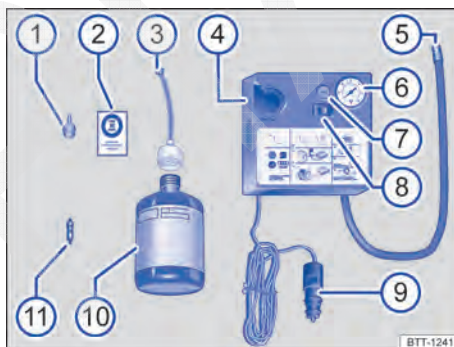

Fig. 236 Componentes do kit de reparo dos pneus (representação esquemática).
O kit de reparo dos pneus encontra-se no compartimento de bagagem sob o revestimento do assoalho. Ele é composto pelos seguintes componentes → **Fig. 236**:
- 12. Colar a etiqueta adesiva → Fig. 236 ② do kit de reparo dos pneus no campo de visão do condutor no painel de instrumentos.
- Com a chave para remoção do elemento da válvula → Fig. 236 ①, desrosquear o elemento da válvula da válvula do pneu e colocar sobre uma superfície limpa.
- Agitar a garrafa de enchimento dos pneus → Fig. 236 ⑩ algumas vezes com força.
- Rosquear a mangueira de enchimento → Fig. 236 ③ com firmeza no sentido horário sobre a garrafa de enchimento dos pneus. A película na tampa é perfurada automaticamente.
- Remover o bujão da mangueira de enchimento → Fig. 236 ③ e introduzir a extremidade aberta totalmente na válvula do pneu.
- Rosquear novamente o elemento da válvula com a chave para remoção do elemento da válvula → Fig. 236 ① na válvula do pneu.
- Rosquear a mangueira de enchimento dos pneus → Fig. 236 ⑤ do compressor de ar com firmeza na válvula do pneu.
- Encaixar o conector do cabo → Fig. 236 ⑨ em uma tomada 12 V do veículo → Página 182.
- Ligar o compressor de ar com o interruptor LIGA-DESLIGA → Fig. 236 ⑧.
- Deixar o compressor de ar funcionar até atingir 2,0 – 2,5 bar (29 – 36 psi / 200 – 250 kPa) → **⚠ Tempo de funcionamento máximo de 8 minutos** → ④.
Reconectar a mangueira de enchimento dos pneus → Fig. 236 ⑤ e ler a pressão dos pneus no manômetro de pressão dos pneus ⑥.